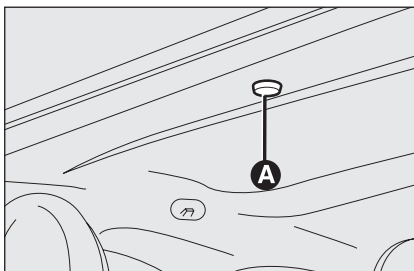

fig. 42
- rimuovere il tappo di protezione **A-fig. 42** ubicato sul rivestimento interno, posteriormente alla tendina parasole;